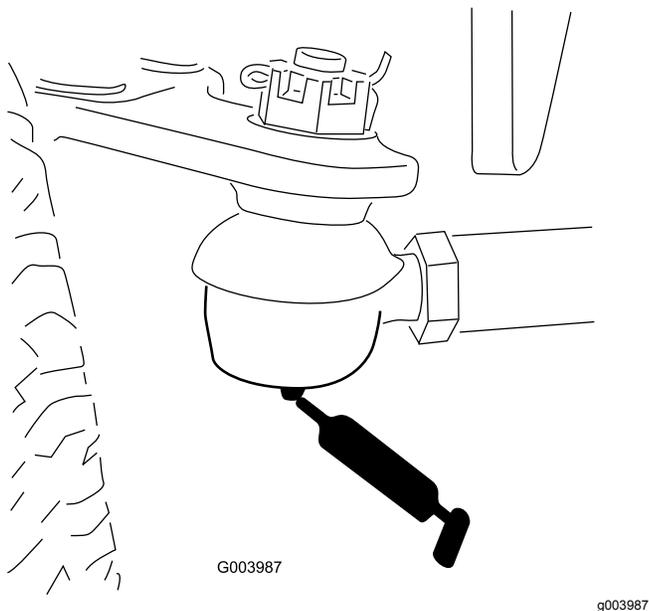

Рисунок 42
- Тяги заднего моста (2 шт.) (Рисунок 42)